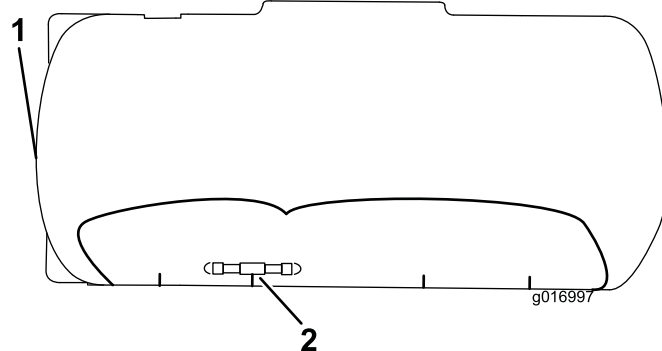

図 2
5. 出来上がった組み立て品を、タンク内部のフォワードバルブに接続する（図 2）。